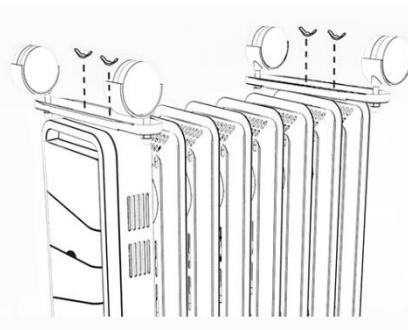

Fig.3
3. Fíjelos al calefactor utilizando los tornillos y las tuercas de mariposa que se incluyen. Apriete las tuercas de mariposa. (Fig.3)